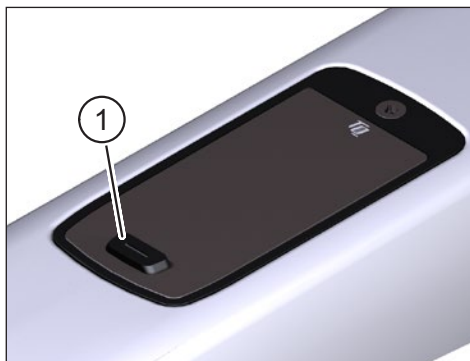

Fig. 1: Display
- ▶ Allumez le système en appuyant **brièvement** sur le bouton-poussoir (élément 1 Fig. 1) du Display.
- ▶ Éteignez le système en appuyant **longuement** sur le bouton-poussoir (élément 1 Fig. 1) du Display.